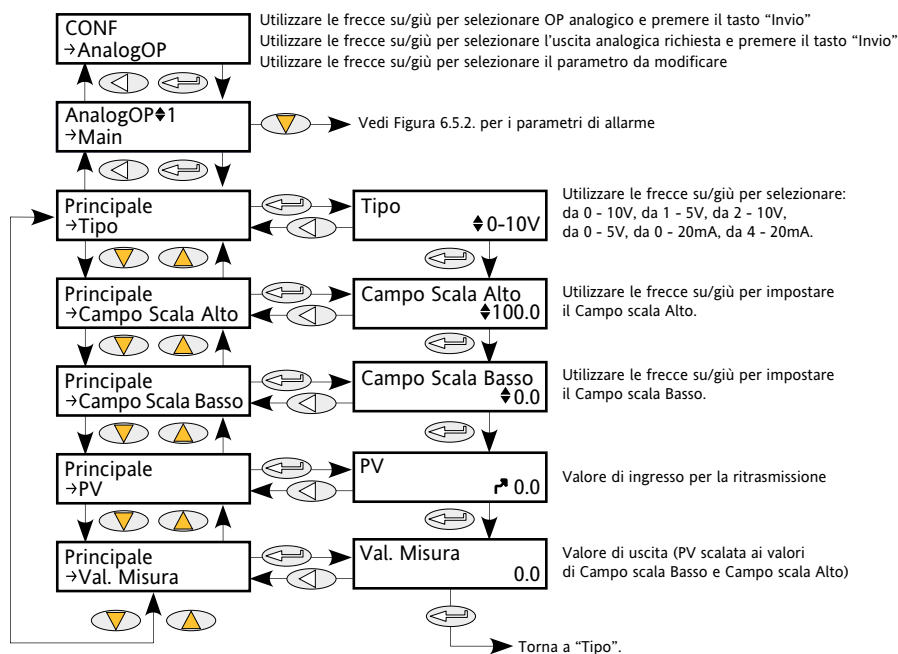
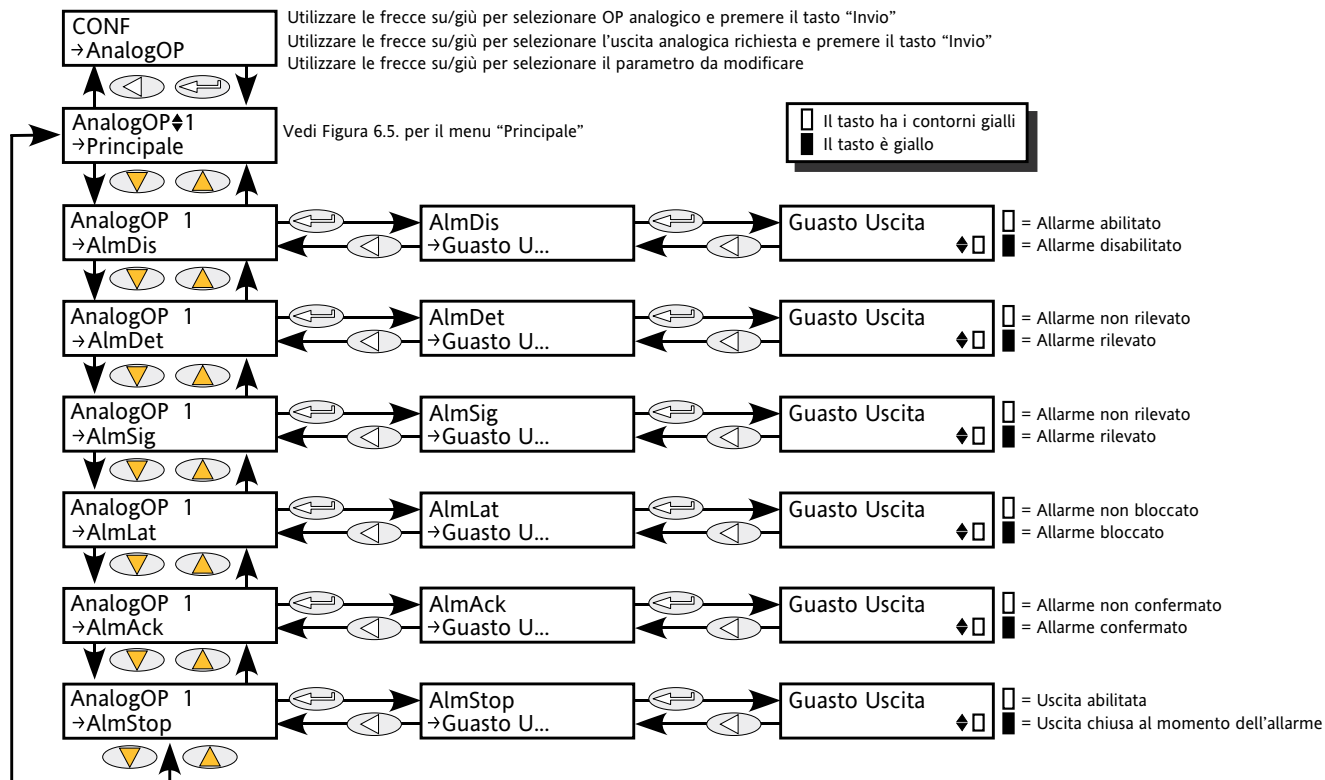

Figura 6.5.1. Menu "Principale" Uscita Analogica
Figura 6.5.2. Accesso parametro di allarme dell’uscita analogica
Fornisce una uscita di corrente o tensione scalata dalla Variabile di Processo (PV) tramite il Campo scala Alto e Campo scala Basso. La Figura 6.5.1. mostra il sottomenu di configurazione "Principale"; la Figura 6.5.2. mostra i parametri di allarme.